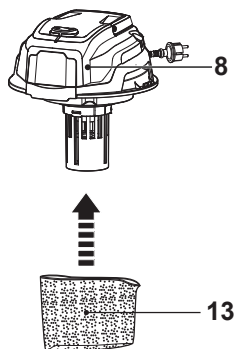
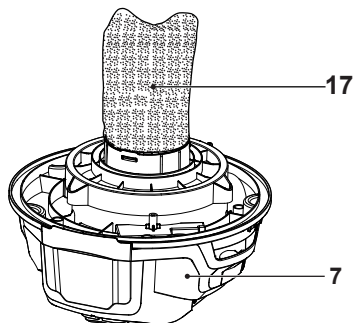

Fig. 8
Fig. 17
**NOTA:** Asegúrese siempre de NO usar el filtro de cartuchos (18) ni la bolsa de polvo (19) cuando aspire en húmedo.
- > Deslice la funda de espuma (17) en la unidad del motor (7) (Fig. 8). Asegúrese de que encaja bien en su posición. Véase la Fig. 17.
Use la funda de espuma (17) al aspirar en húmedo (Fig. 17). Si utiliza el producto sin la funda de espuma (17) puede dañar la unidad del motor.